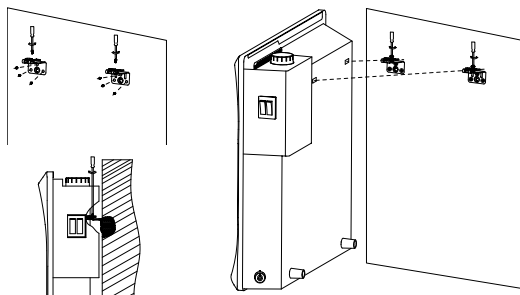

Рис.4
6. Ослабьте крепежные винты в верхней части кронштейнов и установите конвектор на кронштейны, соединив 2 щелевых отверстия на задней части конвектора с 2 выступами на кронштейнах (рис. 4).